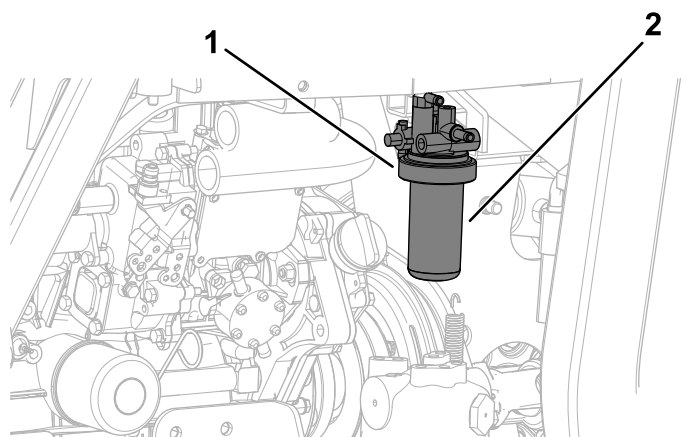

Figura 72
1. Curățați zona din jurul capătului filtrului de combustibil (Figura 72).
2. Îndepărtați filtrul și curățați suprafața de montare a capului filtrului (Figura 72).